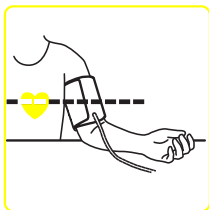

Fig. 6
7. Stați așezat pe un scaun și întindeți-vă brațul pe masă, astfel încât manșonul să fie la același nivel cu inima dumneavoastră (Fig. 6).